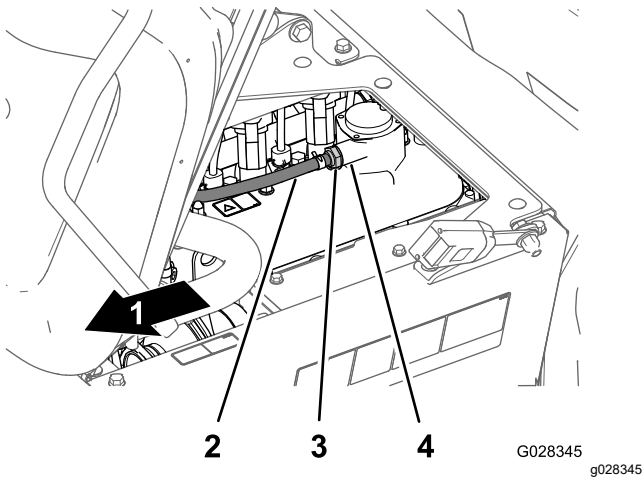

Figure 81
2. Déposez le clapet RGC du raccord sur le couvre-culasse (Figure 81).
**Remarque:** Si le restricteur interne du clapet RGC cliquète, le clapet est réparable; dans le cas contraire, remplacez le clapet (Figure 81).
4. Insérez le clapet RGC jusqu'à ce qu'il soit complètement engagé dans le joint du raccord du couvre-culasse (Figure 81).